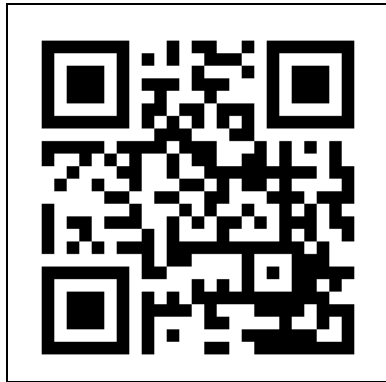

Abbildung 18
1. Öffnen Sie das Eurom Smart App-Handbuch mit dem QR-Code (Abbildung 18) oder gehen Sie zu [www.eurom.nl/nl/manuals](http://www.eurom.nl/nl/manuals).